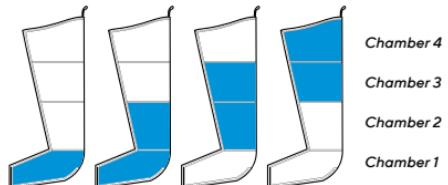

Figura 4 - Modalità ciclo Wave
- Ad esempio: quando la camera 2 è piena, la camera 1 inizia a sgonfiarsi, mentre la camera 3 inizia a gonfiarsi, quindi per un momento ci sono 2 camere che raggiungono la pressione di riferimento contemporaneamente. (Vedi Figura 4)